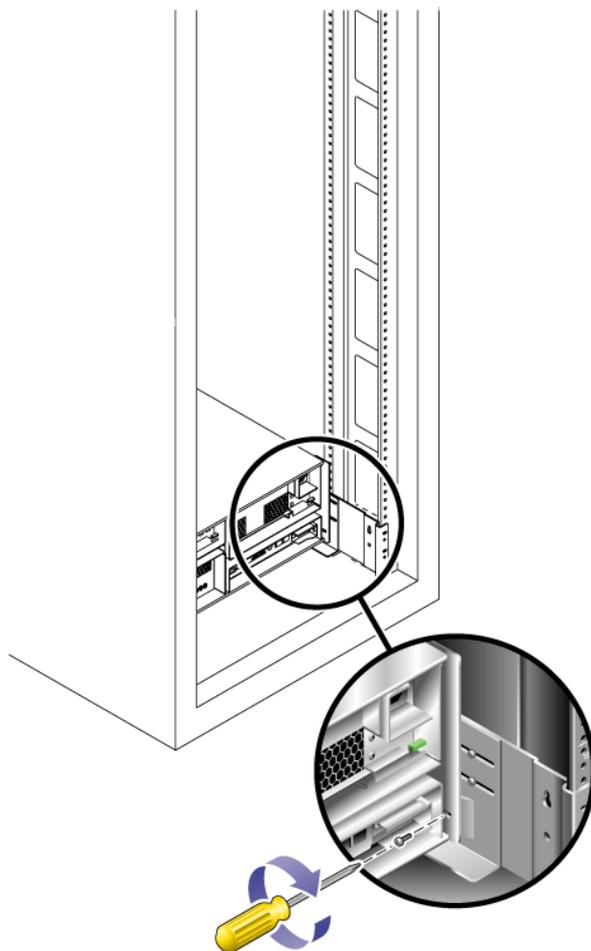

図 2-10 装置のキャビネットレール背面への固定
4. トレーの背面側で、6-32 ねじを 2 本 (左右に 1 本ずつ) 取り付けてしっかりと締め、トレーの背面をキャビネットに固定します (図 2-10)。